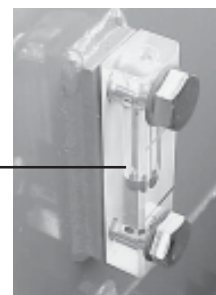

Figura 7. Indicador del nivel de aceite del sistema
1. Revise el indicador del nivel del tanque de aceite (Figura 7). El nivel de aceite, debe estar a la mitad del indicador ó más arriba. Llenelo como se requiera.